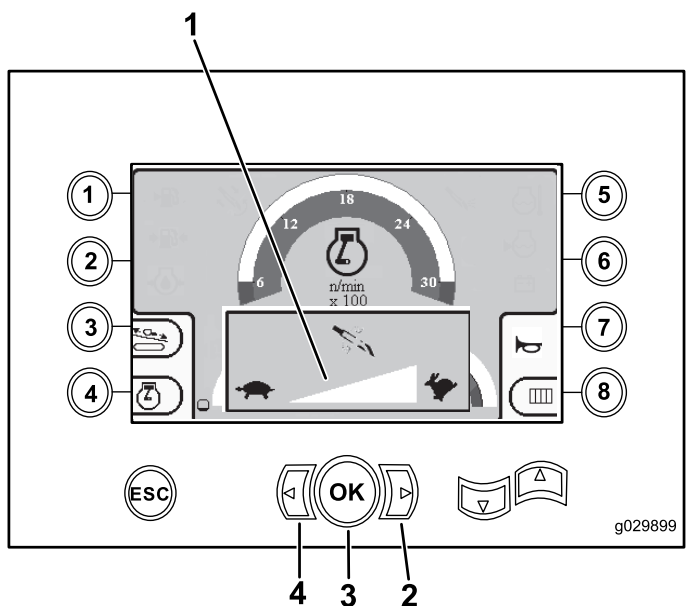

Bild 4
2. Drücken Sie die Taste „Pfeil links“, um die Höchstgeschwindigkeit zu verringern, oder die Taste „Pfeil rechts“, um die Höchstgeschwindigkeit zu erhöhen (Bild 4).
3. Lassen Sie die Taste OK los, um die Bohrdrehgeschwindigkeit einzustellen (Bild 4).